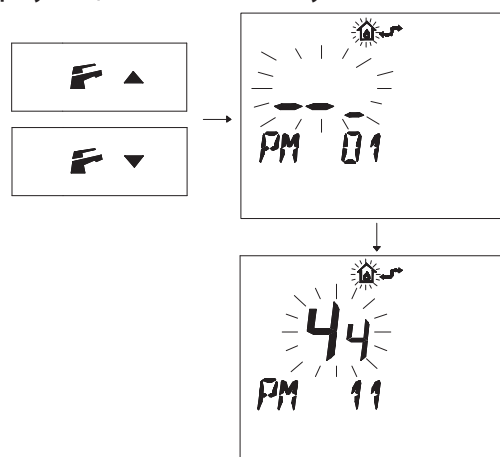

Рисунок 5.41
- Нажмите кнопку **F** \blacktriangledown или **F** \blacktriangle , чтобы вывести на дисплей параметр "PM11" постциркуляции насоса (Рисунок 5.41).